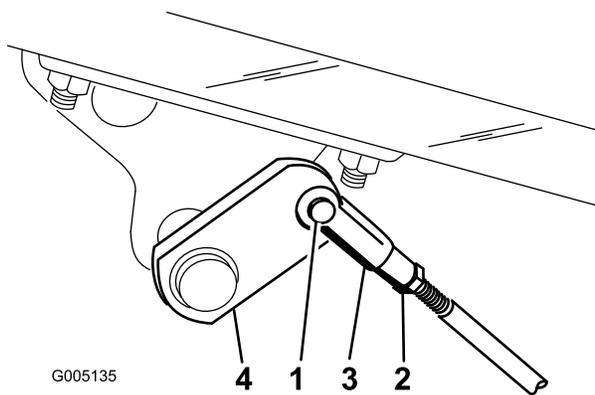

Figura 54
2. Si los frenos no se bloquean en la misma medida, desconecte las varillas de los frenos retirando el pasador y la chaveta (Figura 54).
3. Afloje la contratuerca y ajuste la horquilla (Figura 54).
4. Monte la horquilla en el eje del freno (Figura 54).